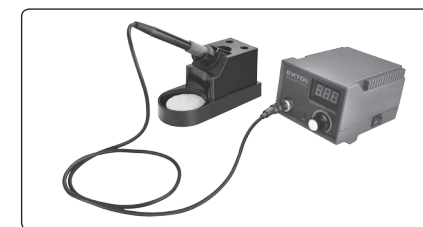

Abb. 4
- Platzieren Sie den Ständer zur Ablage (zum Einschieben) der Lötpistole in die Nähe des Arbeitsplatzes für leichte Zugänglichkeit. Stecken Sie die Lötpistole mit der Spitze in den Ständer (siehe Abb. 4).